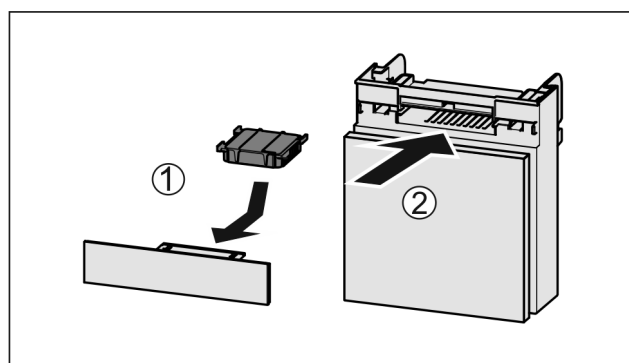

Fig. 63
- Inserire il vano Fig. 63 (2).